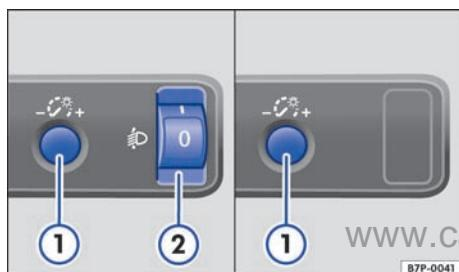

图 94 在方向盘旁边: 仪表和开关照明的调节器 ① 以及大灯照明距离调节的调节器 ②
在车灯已接通的情况下, 仪表和开关照明的亮度以及背景照明的亮度可以通过转动调节器 ⇒ 图 94 ① 无级调节。
- 按压调节器 ①, 调节器弹出以便进行调节。
在停车灯或近光灯已接通的情况下，前部顶篷中的背景照明 ⇒ 图 14 从上面照亮中控台上的操纵元件。亮度可通过仪表照明的仪表照明调节 ⇒ 图 94。